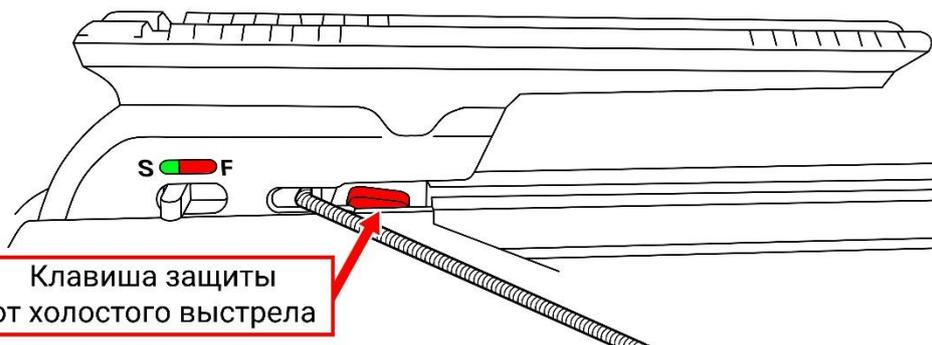

Рис. 10
2. Пока предохранитель включен, работает защита от холостого выстрела, которая **не дает снять предохранитель**, пока на направляющей нет стрелы (Рис.10).